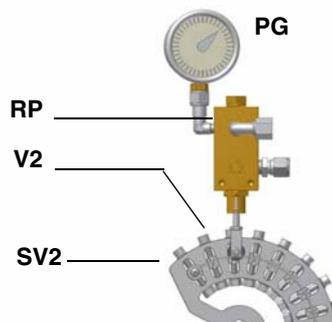

Fig. 27
- 9 per ottenere la portata massima dell'olio regolare la pressione (leggendo il valore sul manometro PG), senza variare la portata d'aria stabilita durante la taratura in funzionamento a gas (vedi par. precedente): sempre controllando i valori di combustione, agire sulla vite del settore variabile relativo all'olio **SV2** (vd. Fig. 27) una volta raggiunta la posizione di alta fiamma.